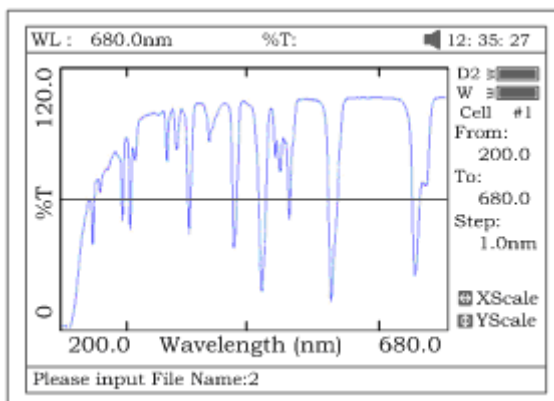

Рис. 15
- Присвойте файлу имя, пользуясь клавишами цифровой клавиатуры (рис. 15)